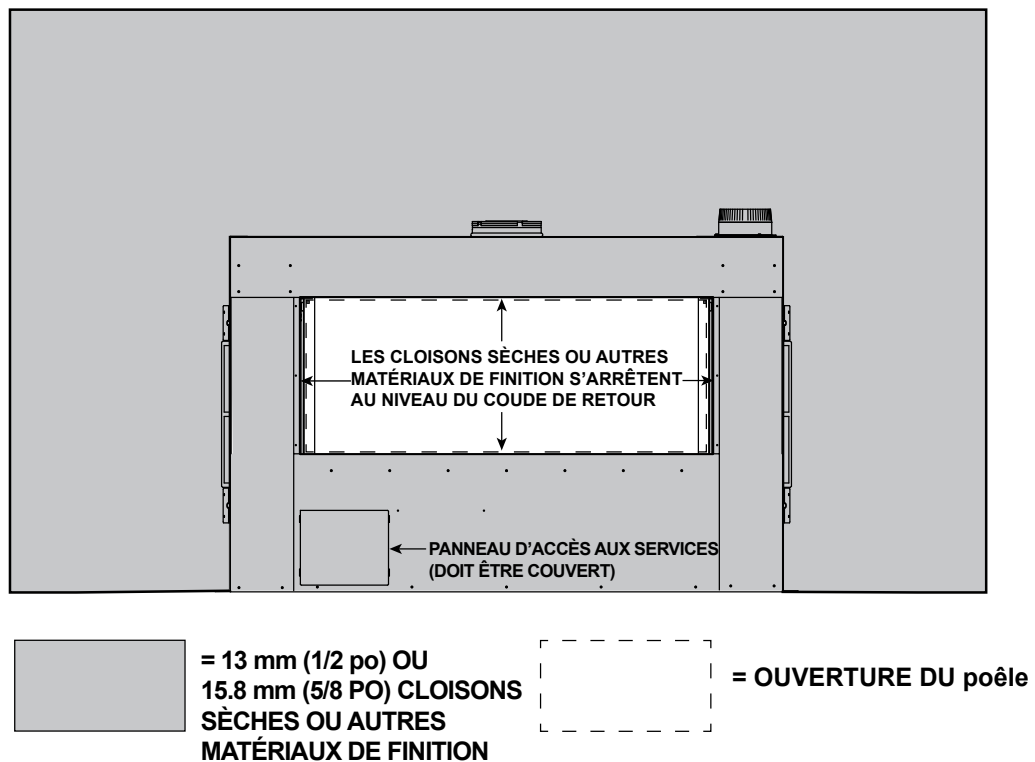

Figure 10.6 Détail de la cloison sèche
- La façade et/ou les revêtements de finition ne doivent jamais surplomber l'ouverture de la vitre. Voir la figure 10.6.